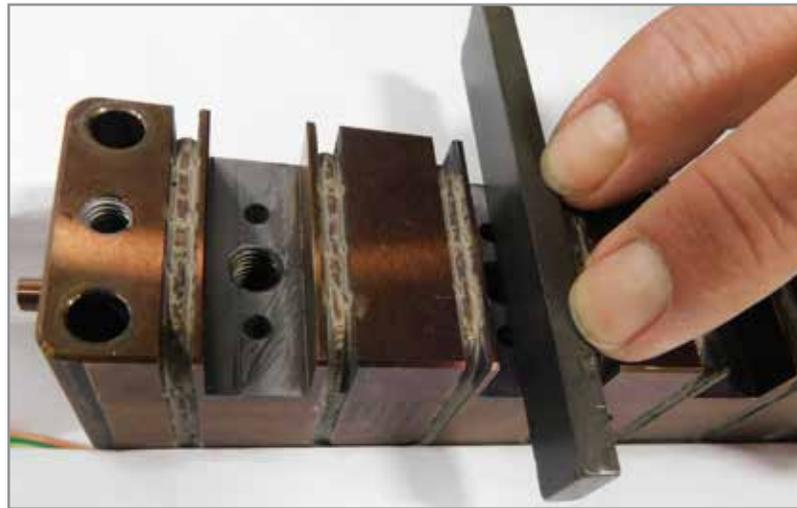

Figura 19-10 Limpieza de Interfaces del colector
2. Limpie las interfaces del colector con una piedra de pulir de grado fino (grano 400 o 600). Consulte la Figura 19-10.